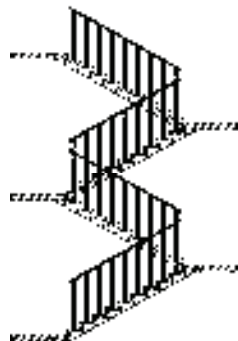

图 12-61 绘制栏杆的结果
8) 重复上述操作，继续绘制栏杆图形，结果如图 12-61 所示。